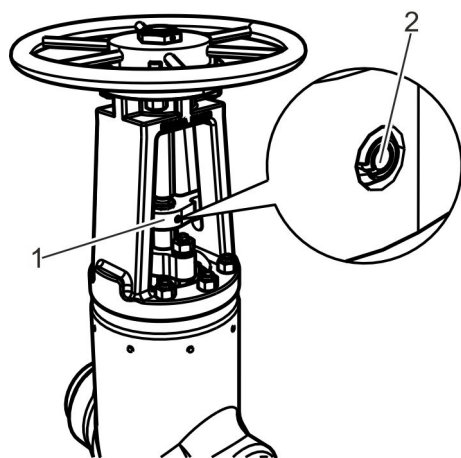

Abb. 24: Verdrehsicherung befestigen
- 18.** Falls Verdrehsicherung vorhanden: Spannstift (Abb. 24/2) montieren.